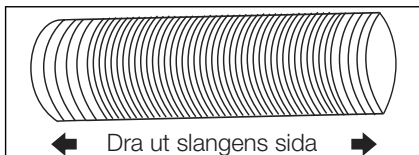
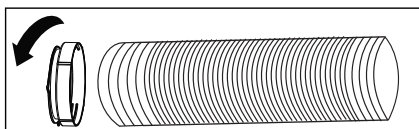

Fig. 5
Fig. 6
3. Dra ut slangens ena sida (Fig. 5) och skruva fast slangens i adapter A (Fig. 6).